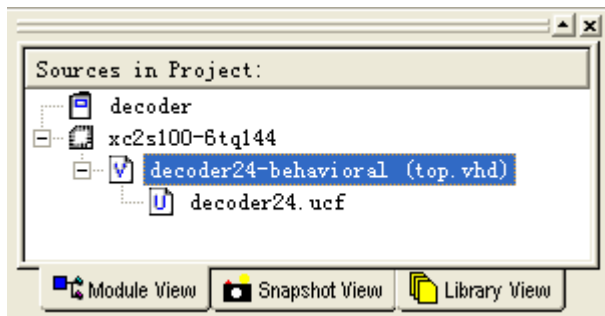
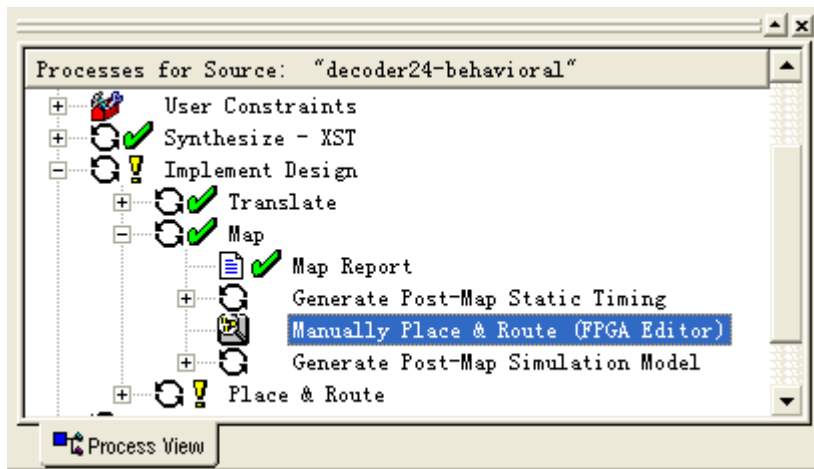
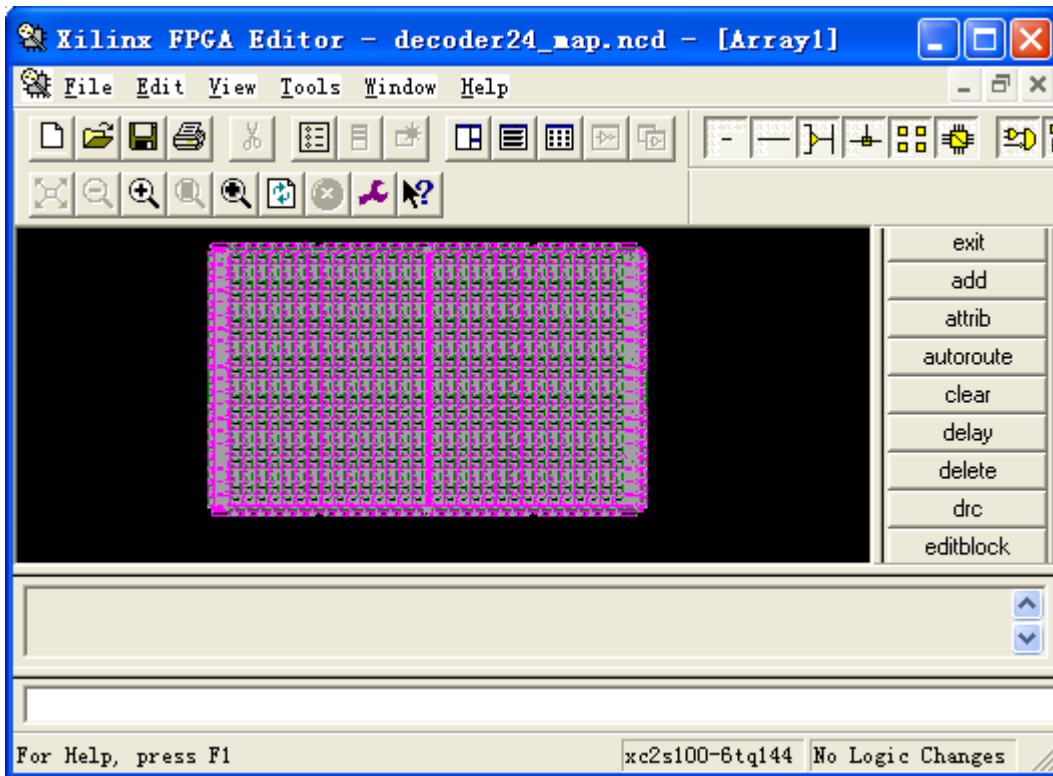

图 10-2-1 工程中的资源窗口
图 10-2-2 当前文件的可用进程
图 10-2-3 FPGA Editor 窗口
- 2、在如图 10-2-1 的窗口中，选中 decoder24-behavioral(top.vhd)，在如图 10-2-2 所示的窗口中双击 Manually Place & Route (FPGA Editor)，这时候会出现如图 10-2-3 所示的窗口，我们可以一直放大该窗口，发现这完全是目标 FGPA 器件的内部逻辑块图，还没有引入我们的设计；